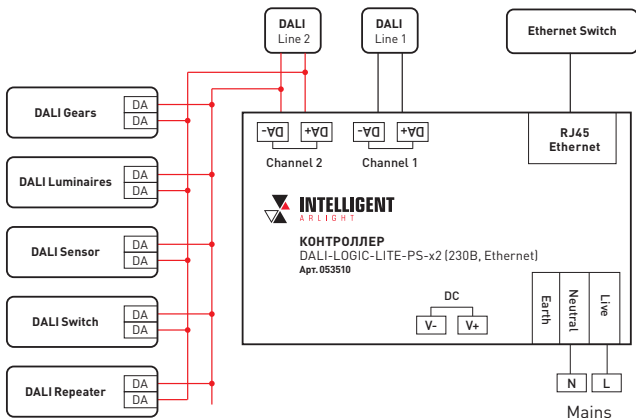

Рис. 1. Подключение контроллера
- 3.2. Подключите оборудование. Структурная схема подключения контроллера показана на рис. 1.